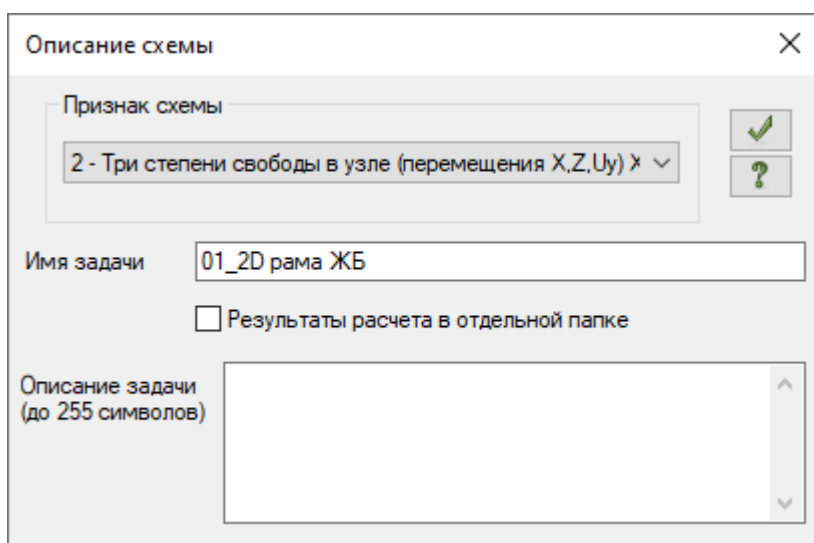

Рис.1.4. Диалоговое окно **Описание схемы**
- В появившемся диалоговом окне **Описание схемы** (рис.1.4) задайте следующие параметры: